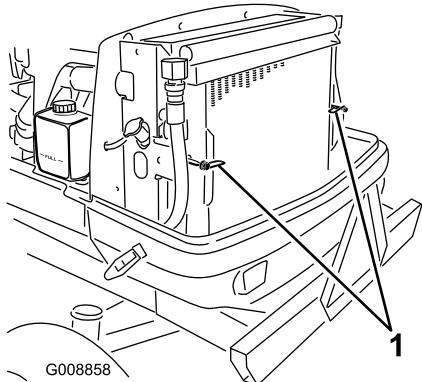

Bild 77
2. Drehen Sie die Riegel (Bild 77), mit denen der Ölfilter am Rahmen befestigt ist.